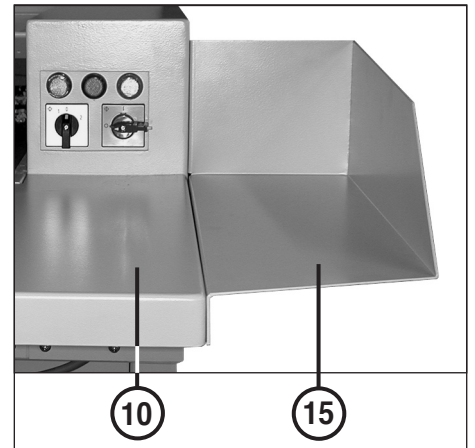
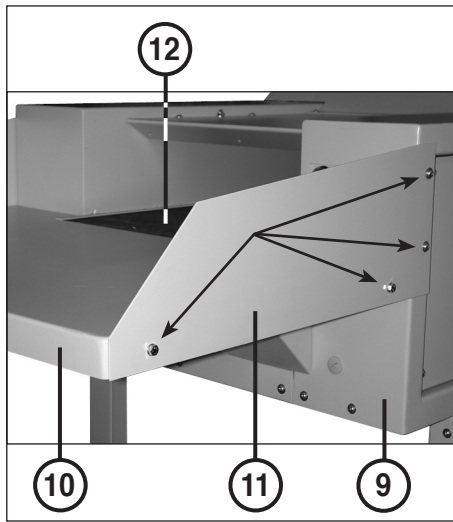
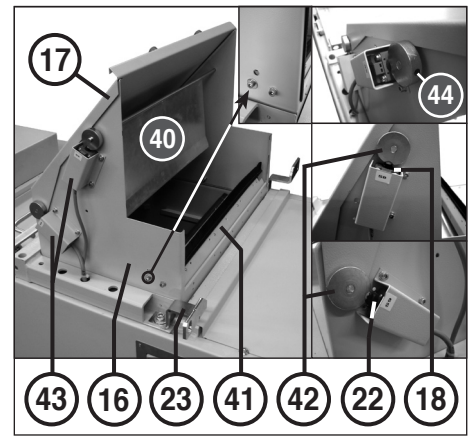

fig. 5
fig. 4
fig. 6
- 11 = Chapa de protecção (fig. 4)
- 15 = Ângulo de protecção (fig. 5) (opcional)
- 18 = Interruptor final S8 (fig. 6 e 7)
- 22 = Interruptor final S9 (fig. 6 e 7)
- 40 = Chapa de comutação (fig. 6)
- 41 = Escova (fig. 6)
- 42 = Cames de comutação (fig. 6)
- 43 = Cobertura do interruptor (fig. 6)
- 44 = Pino roscado (fig. 6)
### MONTAGEM DOS ÂNGULOS DE PROTECÇÃO (15) (fig. 4 e 5):
Se necessário, podem montar-se dois ângulos de protecção (15) (fig. 5) em vez das duas chapas de protecção (11) (fig. 4) para alargar a superfície de apoio da mesa (ver também em "ACESSÓRIOS ESPECIAIS")
1. Desapertar os quatro parafusos com anilhas do cárter (9), do lado esquerdo e direito, e na mesa (10) (ver marcações com setas na fig. 4).
2. Tirar ambas as chapas de protecção (11) e fixar os dois ângulos de protecção (15) ao cárter (9), do lado esquerdo e direito, e à mesa (10), usando os parafusos e as anilhas desapertados anteriormente.
### MONTAGEM DA TREMONHA (16) (fig. 6):
1. Soltar a protecção de transporte (atador) na chapa de expulsão (25) e rebater a chapa para baixo.
2. Tirar a tremonha (16) da câmara de compactação, conforme ilustrado, posicioná-la sobre a abertura de enchimento e fixá-la com os sete parafusos de sextavado interno M6x12 de dentro para fora na prensa.
3. Girar a escova (41) na tremonha (16) até ficar na perpendicular (escova a apontar para cima) e fixá-la à tremonha nessa posição (usar o furo de baixo), usando os dois parafusos de sextavado interno M6x16 e anilhas fornecidos.
4. Desmontar ambas as coberturas dos interruptores (43). Soltar os pinos roscados (44) nos cames de comutação (42) da chapa de comutação (40) e sacar os cames de comutação. Tirar a chapa de comutação (40) e voltar a colocá-la na posição de comutação mais acima na tremonha (16) e fixá-la nessa posição.
5. Fixar o interruptor fim de curso S8 (18) com dois parafusos M4x40 e porcas M4 abaixo do came de comutação da chapa de comutação (40). Soltar o pino roscado (44) (chave Allen de 2,5 mm), rodar o came para a posição certa e voltar a apertar o pino roscado.
6. Fixar o interruptor fim de curso S9 (22) com dois parafusos M4x40 e porcas M4 abaixo do came de comutação da tampa (17). Soltar o pino roscado (44) (chave Allen de 2,5 mm), rodar o came para a posição certa e voltar a apertar o pino roscado.
7. Posicionar as duas coberturas dos interruptores (43) acima de cada um dos interruptores fim de curso e fixá-las com dois parafusos M5x16 e porcas M5 de cada lado na tremonha.